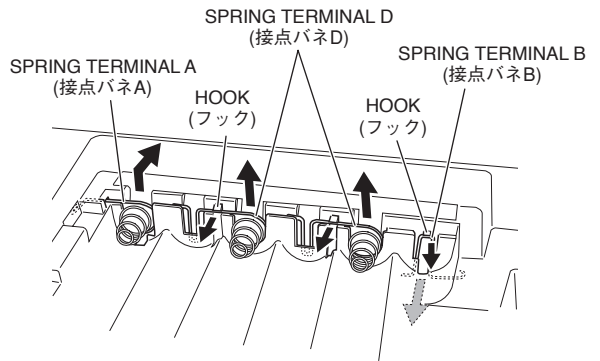
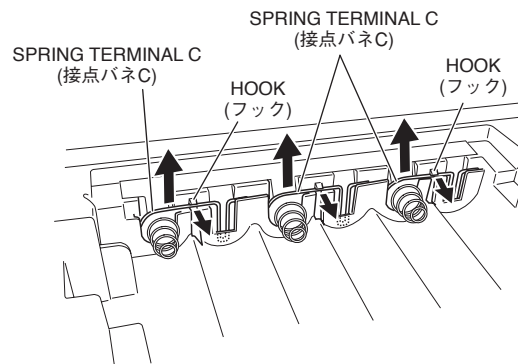

Fig.15 (図15)
Fig.16 (図16)
- 16-1-6 Lift the spring terminal A a little and slide it in the upper right direction to remove it. (Fig.15)
- 16-1-7 Remove the hook for the spring terminal B to pull it out from inside. (Fig.15)
- 16-2-2 Remove the hooks to pull out the spring terminal C and spring terminal D. (Fig.15, Fig.16)
- 16-1-6 接点バネ A は、上に少し引き上げ、右上にスライドして外します。(図 15)
- 16-1-7 接点バネ B は、フックを外して、内側から引き出します。(図 15)
- 16-2-2 フックを外して、接点バネ C、接点バネ D を引き出します。(図 15、図 16)